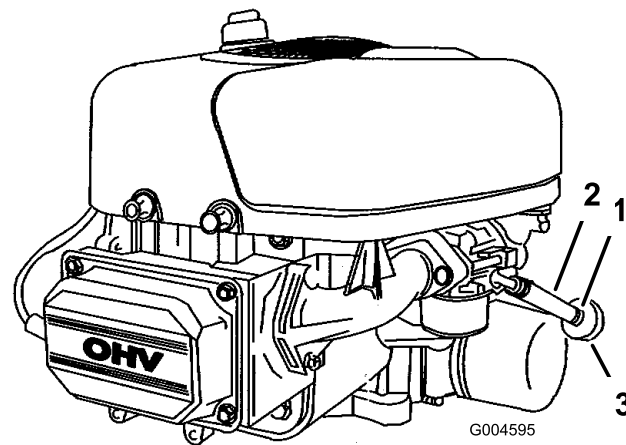

Figura 27
8. Apriete los extremos de la abrazadera y deslícela por el tubo de combustible hacia el depósito de combustible (Figura 27).
9. Tire del tubo de combustible para separarlo del filtro (Figura 27) y deje que la gasolina se drene en un recipiente de combustible o un recipiente apropiado.
Cambie el filtro de combustible cada 100 horas de operación o una vez al año, lo que suceda primero. El mejor momento para cambiar el filtro de combustible (Figura 27) es cuando el depósito de combustible está vacío. No instale nunca un filtro sucio después de desmontarlo del tubo de combustible.
- Apriete los extremos de las abrazaderas y deslícelas por el tubo alejándolas del filtro de combustible usado (Figura 27).